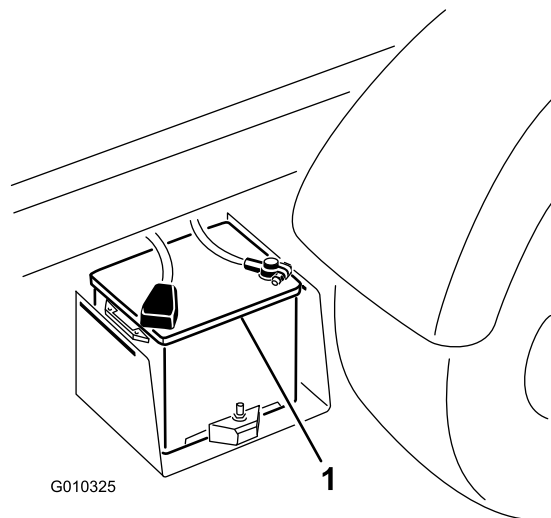

Figura 53
2. Conecte un cable de batería entre los bornes positivos de las dos baterías (Figura 53). El borne positivo está identificado con un signo + en la tapa de la batería.